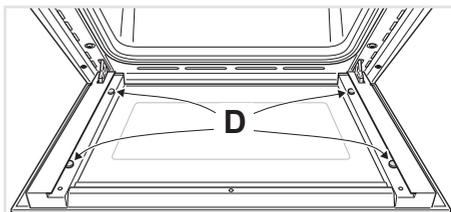

Fig. 4.11
- Verificare che i 4 distanziatori "D" siano nella loro posizione (fig. 4.11).